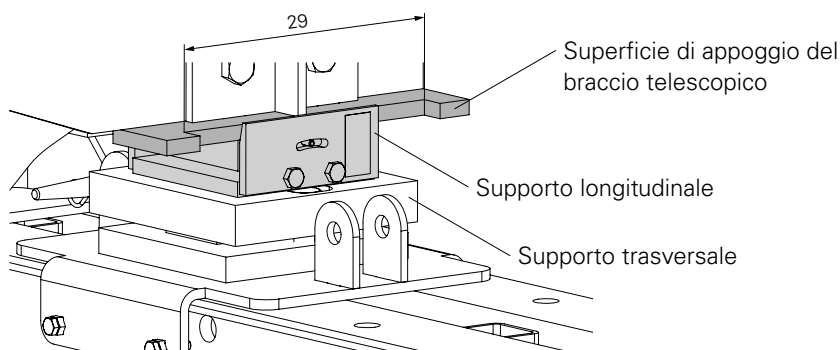
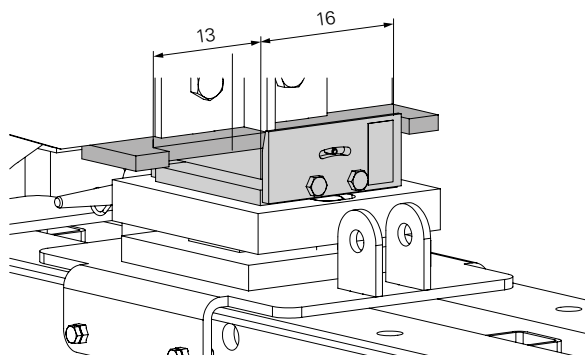

Fig. B1.05
Fig. B1.06
- Il telaio di appoggio ha una tacca lunga 29 cm. Ciò consente lo spostamento longitudinale del kit di travi in un intervallo di 13 cm. (Fig. B1.05 + Fig. B1.06)
- Se è necessario spostare orizzontalmente il supporto orizzontale (23) ai fini di una corretta posizione, vedere "Allineare il supporto orizzontale" a pagina 37.
Il telaio di appoggio si trova completamente nel supporto longitudinale? (Fig. B1.06)